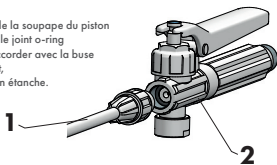

Fig.5
Vérifier si dans le corps de la soupape du piston (fig. 5/pos. 2) se trouve le joint o-ring (pos. 5/pos. 3) et le raccorder avec la buse (fig. 5/pos. 1) en vissant, pour obtenir la connexion étanche.